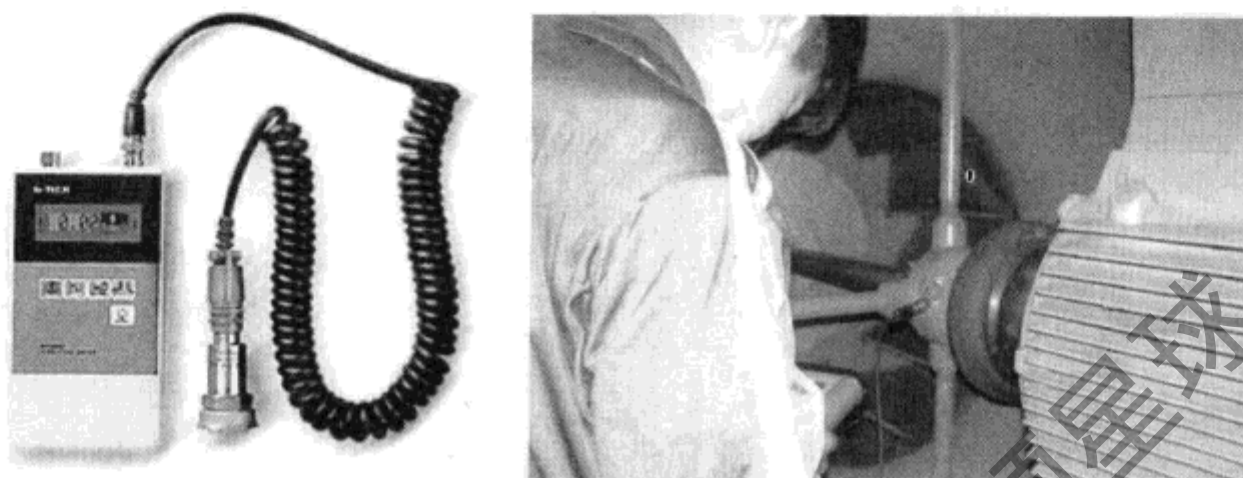

图 3-25 用震动计测量电动机的震动情况
② 测定温度。对于重要的电动机，可用温度计测定并记录各部分的温度，测定时要记录环境温度，以观察温升变化。
③ 测定震动。对于大型或特别重要的电动机，可用震动计测量电机的震动情况，如图 3-25 所示。